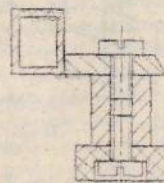

Рис. 5
7. В освобожденные отверстия на раме кушетки привернуть упоры согласно рис. 5 (см. комплект принадлежностей, п.4.2. поз.4;5;6.).